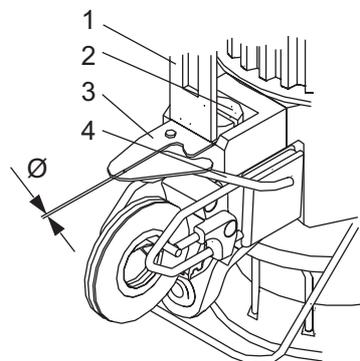

Fig. 12
O detector de nós/defeitos no fio (3) tem por função impedir a passagem de partes mais espessas do fio, evitar a repetida saída de fio lasso e demasiados nós grossos. É inserido entre o arco de admissão (1) e o gancho delimitador do fio (4), sendo para isso necessário desapertar o parafuso (2) (Fig. 12). Se o detector de nós/defeitos no fio estiver na posição correcta, qualquer quebra do fio é imediatamente localizada pelos operadores por meio da luz avisadora e pode ser rapidamente corrigida sem que seja necessário ter que voltar a enfiar o fio.